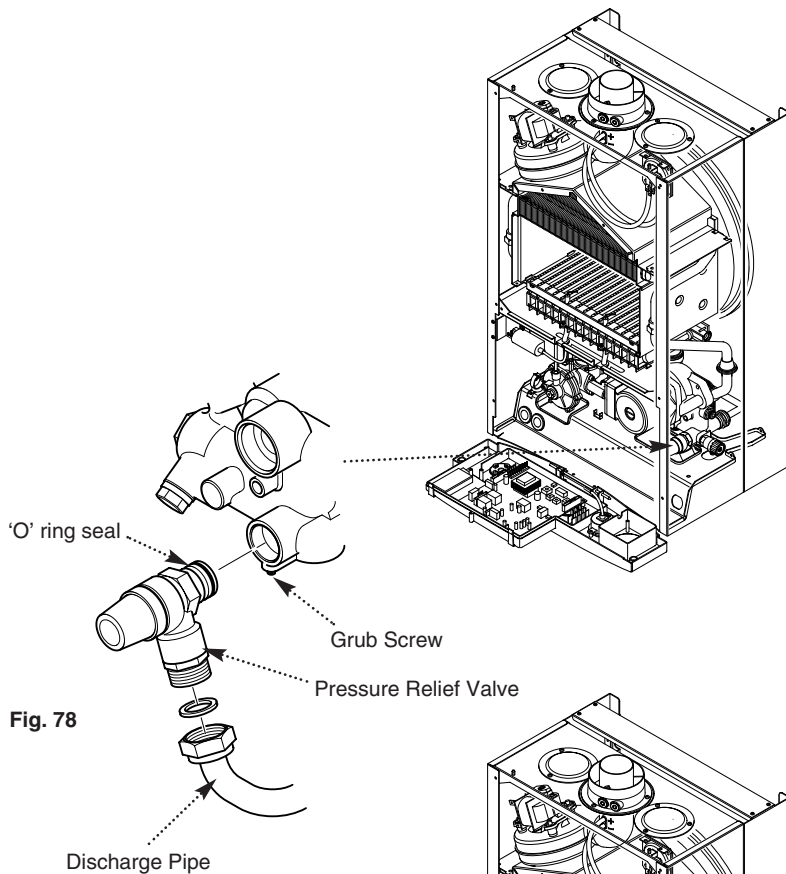

Fig. 78
12.17 Pressure Relief Valve (Fig. 78)